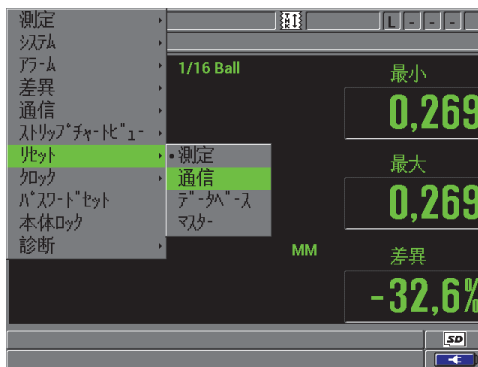

図 8-8 通信リセット画面
1. [設定メニュー] を押してから、リセットを強調表示します（145 ページ図 8-8 参照）：